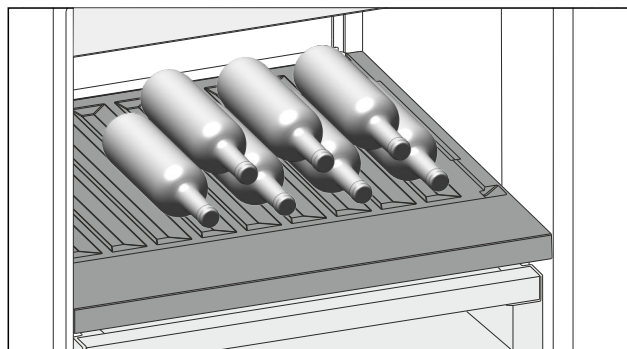

Fig. 162 Simbolična slika
- ▶ Steklenice vstavite z dnom proti zadnji steni aparata. (glejte Fig. 162)